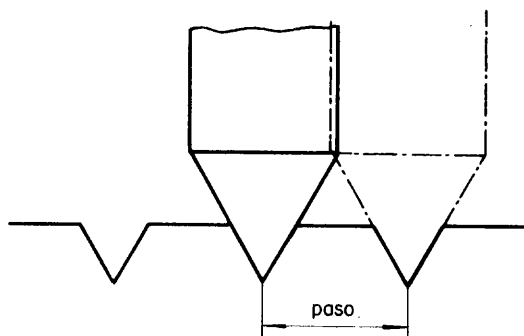

Fig. 5
- b Determine el número de divisiones que se debe desplazar la mesa, para obtener el paso de la estria (fig. 5).